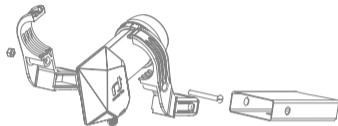

Fig. 1
1. Platzieren Sie ein LNB in der einen Hälfte der LNB-Halterung/Klemme der Satellitenantenne. Legen Sie die zweite Hälfte um ein LNB indem die beiden oberen Hälften zusammengesteckt werden und ziehen Sie die Klemmschraube leicht an, so dass sich ein LNB noch leicht drehen kann (Abb. 1).